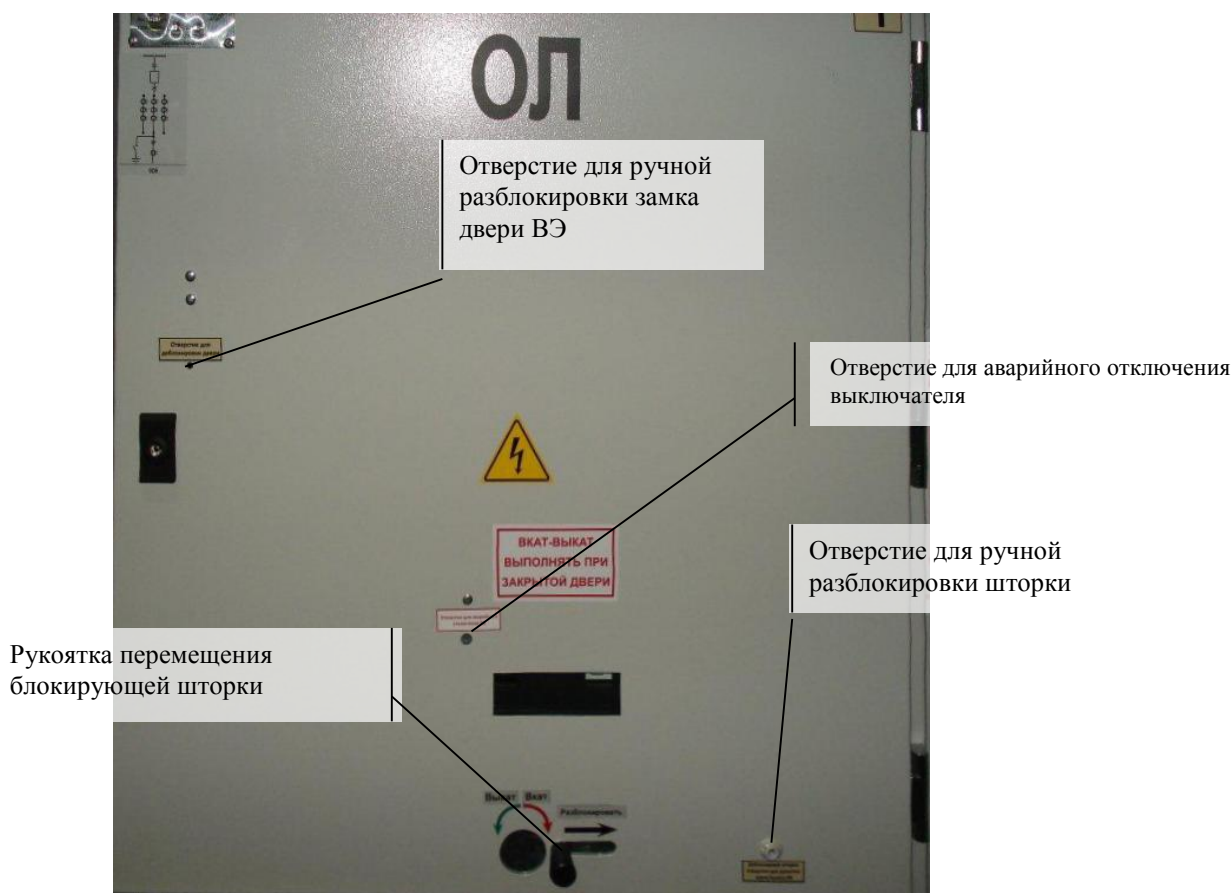

Рис.6. Дверь отсека ВЭ, вид снаружи.
4. Сдвинуть вправо рукоятку шторки (рис. 6), при этом открывается доступ к отверстию для рукоятки перемещения ВЭ. Вставить рукоятку в отверстие в двери и в отверстие пластины блокировки (рис. 5 – внешний вид пластины при открытой двери) с нажатием (для расфиксации ВЭ в контрольном положении, при этом блок контакт в цепи электромагнита включения размыкается, кнопка ручного включения ВВ-БЭМН блокируется), завести рукоятку в зацепление с валом перемещения и вращать ее по часовой стрелке. При этом резьба на валу перемещения входит в зацепление с резьбой на гайке жестко закрепленной на днище отсека ВЭ и происходит перемещение ВЭ в рабочее положение. При достижении ВЭ рабочего положения резьба на валу перемещения сходит с резьбы гайки, при дальнейшем вращении рукоятки движение ВЭ не происходит, отметка на рукоятке вката «Рабочее положение» находится в отверстии двери ВЭ. По завершению перемещения ВЭ дверь отсека блокируется.
Предусмотрена электромагнитная блокировка, препятствующая операциям по перемещению ВЭ в рабочее положение при наличии в силовой цепи (сборных шинах) включенных ЗН – рис.6, 7 (для шкафов КРУ с выключателями). Электромагнит блокирует открытие шторки закрывающей доступ к отверстию для рукоятки вката-выката ВЭ.
Для разблокировки шторки при отсутствии напряжения в цепях оперативной блокировки, повреждении электромагнита и т.п., необходимо вывернуть болт-заглушку из отверстия для ручной разблокировки шторки, рукояткой для аварийной разблокировки вытолкнуть шток электромагнита с одновременным перемещением шторки за ручку вправо. Дверь ВЭ имеет блокировку открытия при нахождении выкатного элемента в рабочем положении. При перемещении ВЭ в контрольное положение корпус выключателя нажимает на рычажок устройства блокировки запорного механизма двери и дверь можно открыть поворотом ключа запорного механизма. Для аварийного открытия двери необходимо вставить рукоятку для аварийной разблокировки в отверстие для ручной разблокировки замка двери ВЭ и освободить запорный механизм (рис. 6, 7).